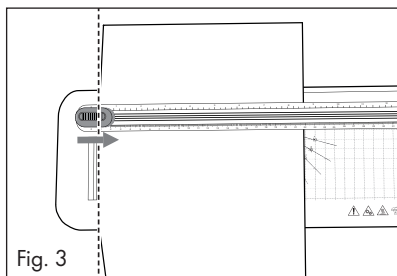

Fig. 3
- Lors de la découpe de documents, des bandes de papier peuvent rester dans la glissière de coupe ❷, difficiles à retirer.
- 1) Glissez la tête de coupe ❹ jusqu'en butée. La tête de coupe ❹ peut être glissée jusqu'aux deux extrémités de la glissière de coupe ❷.
- 2) Introduisez le papier/film sous la glissière de coupe ❷.
- 3) Utilisez les repères sur la règle de coupe ❶ pour aligner exactement le papier/film si vous souhaitez par exemple le raccourcir ou le couper en biais (voir fig. 3 et 4).